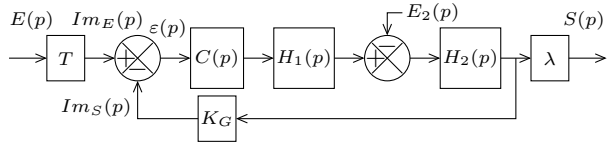

FIG. 1.2 Boucle d'asservissement basique.
La figure 1.2 modélise toujours une boucle d'asservissement mais on mesure ici $S(p)$ par le biais d'une grandeur qui lui est proportionnelle, en amont d'un bloc $\lambda = cte$. Le capteur est un gain pur K_G .
- Q7 Montrez que le modèle de la figure 1.2 peut se mettre sous la forme d'une boucle à retour unitaire (il y a, ici encore, plusieurs possibilités).